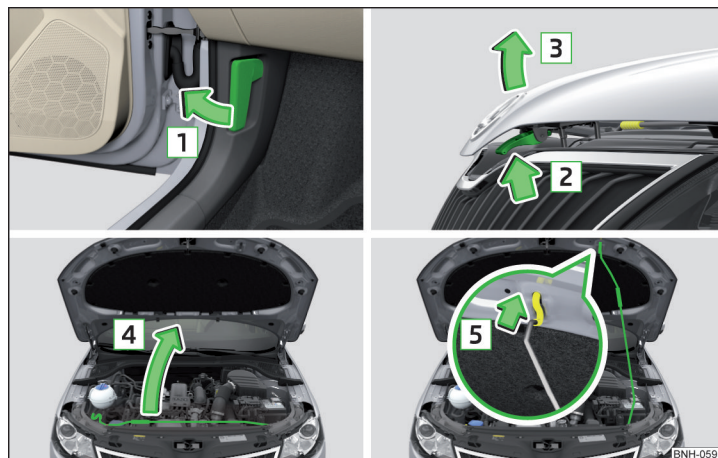

Fig. 151 Deschiderea capotei
- Deschideți portiera șoferului și trageți de maneta de deblocare de sub planșa de bord, în sensul săgeții 1 » fig. 151.